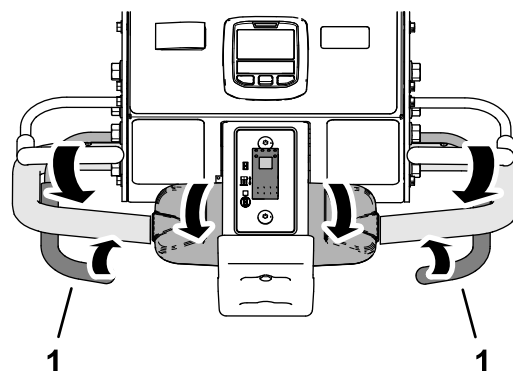

図 90
3. 前タイヤが作業場所に入るタイミングで、左または右のエアレーションペイルを握り込む 図 90。